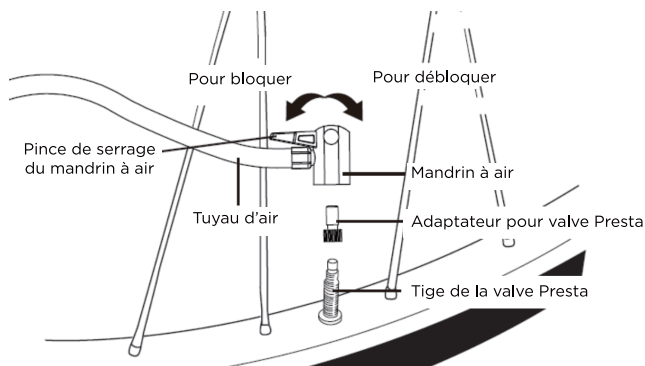

Fig. 9
2. Vissez l'adaptateur de valve Presta sur la tige de valve avec l'extrémité ouverte la plus large vers la roue (Fig. 9).
3. Fixez l'extrémité du mandrin à air sur l'adaptateur de valve Presta en appuyant sur le collier du mandrin à air jusqu'à ce qu'elle se bloque en position (Fig. 9).